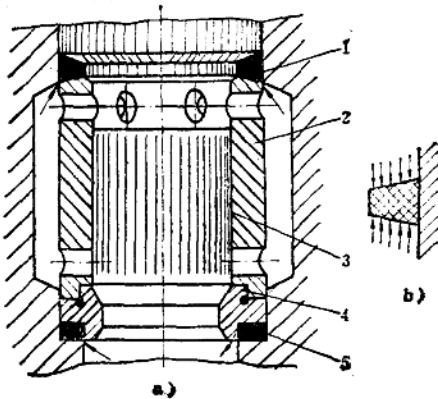

图6-1-25 锥阀的密封装置
① 阀芯3在阀套2的内孔壁内上下滑动,导向孔的轴线与阀座的锥面必须垂直,两者的配合必须要保持轴线一致。而锥面的圆锥母线亦应垂直于自身的轴线。阀套、阀座基准的配合应以公
2) 锥阀 锥阀是900型压铸机中使用最多的一种(图6-1-25)。要保证其不泄漏,必须做到下
要保证阀不泄漏，必须使用塑性良好并具有合适弹性的塑料、尼龙橡胶或橡胶制成的密封圈。其截面呈梯形，当受到上、下压力的挤压时，其外圆就紧紧地贴合在缸的内壁（图6-1-25 b）达到密封防漏的作用。因此对这种密封圈的外圆和上下两端，应该是平整光滑且无划伤。